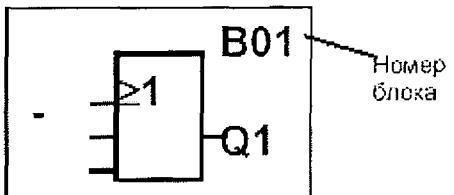

Рис.2.10. Элемент «ИЛИ»
список элементов блока (BF) и выбрать нужный элемент, нажав OK. На рис. 2.10 показан пример с элементом ИЛИ. В верхнем правом углу обозначен номер блока.